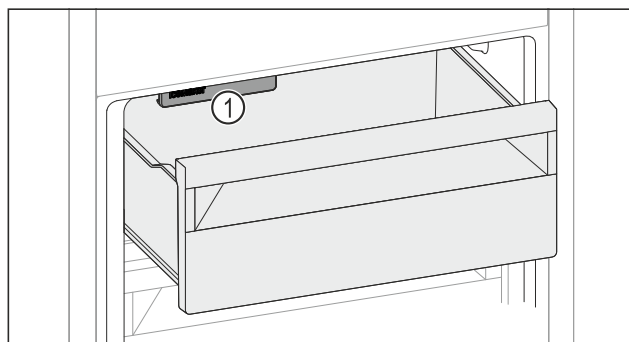

Fig. 142
- Vær opmærksom på IceMaker Fig. 142 (1).